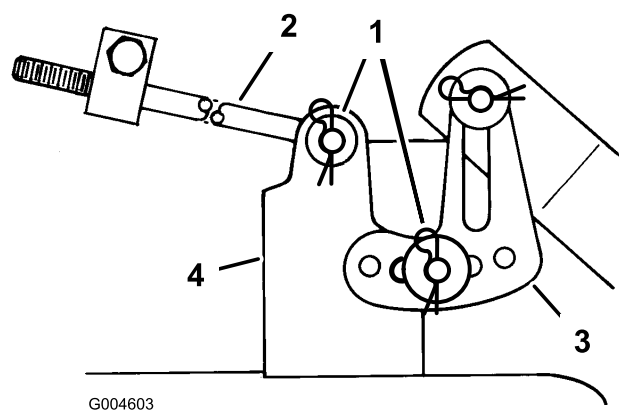

Figura 42
15. Togliete la coppiglia e la rondella dal lato superiore della staffa di livellamento del tosaerba (Figura 42).
17. Togliete la coppiglia a forcina e la rondella dall'estremità dell'asta lunga (Figura 42). Sfilate l'asta dall'attacco del tosaerba. Ripetete questo passaggio sull'altro lato del tosaerba.
13. Infilate l'estremità dell'asta lunga nel foro del perno di montaggio del tosaerba (Figura 42).
15. Montate la staffa scanalata di livellamento del tosaerba sul braccio dell'altezza di taglio (Figura 42).